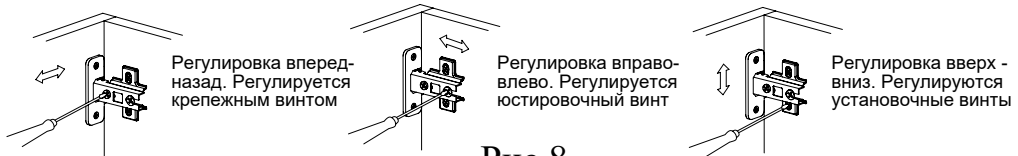

Рис.8
8. Отрегулируйте деталь 6 с помощью регулировочных винтов (Рис. 8).